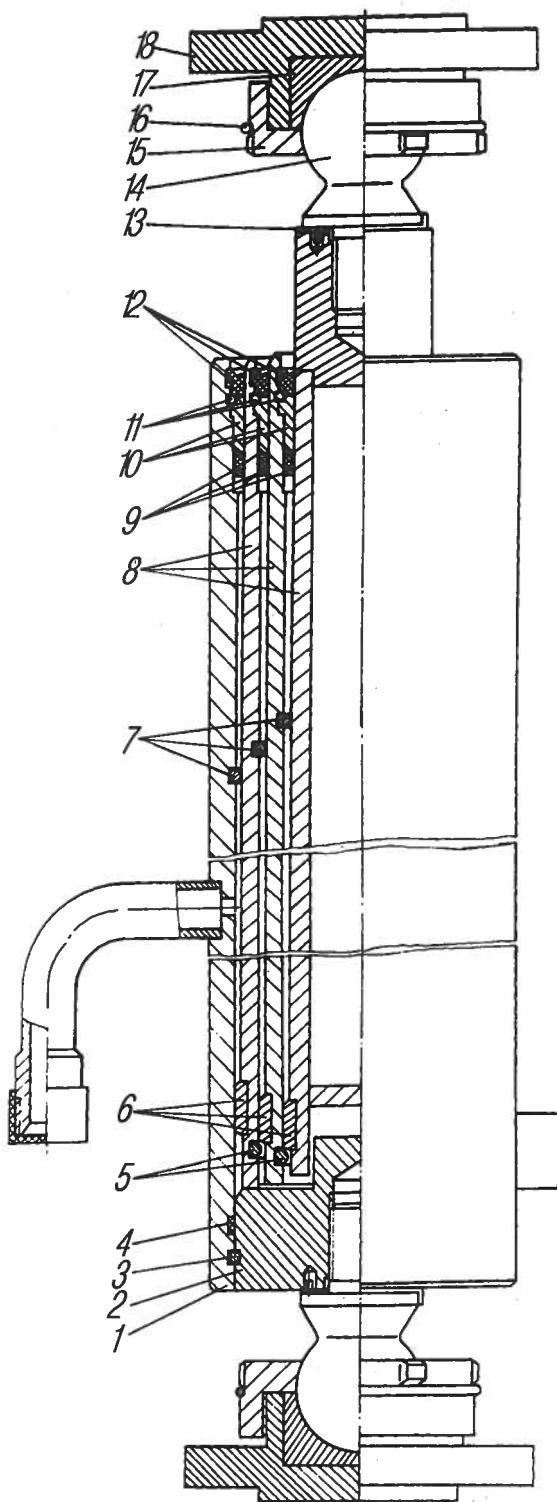

Рис. 118. Гидроцилиндр подъема платформы автомобилей Урал-55571-40, Урал-55571-40:
**Гидроцилиндр подъема платформы автомобилей Урал-55571-40 и Урал-555717-40** — телескопический. В корпусе 1 (рис. 118) размещены плунжеры 8, ход которых ограничивается при движении вниз упорными кольцами 5 и 7.